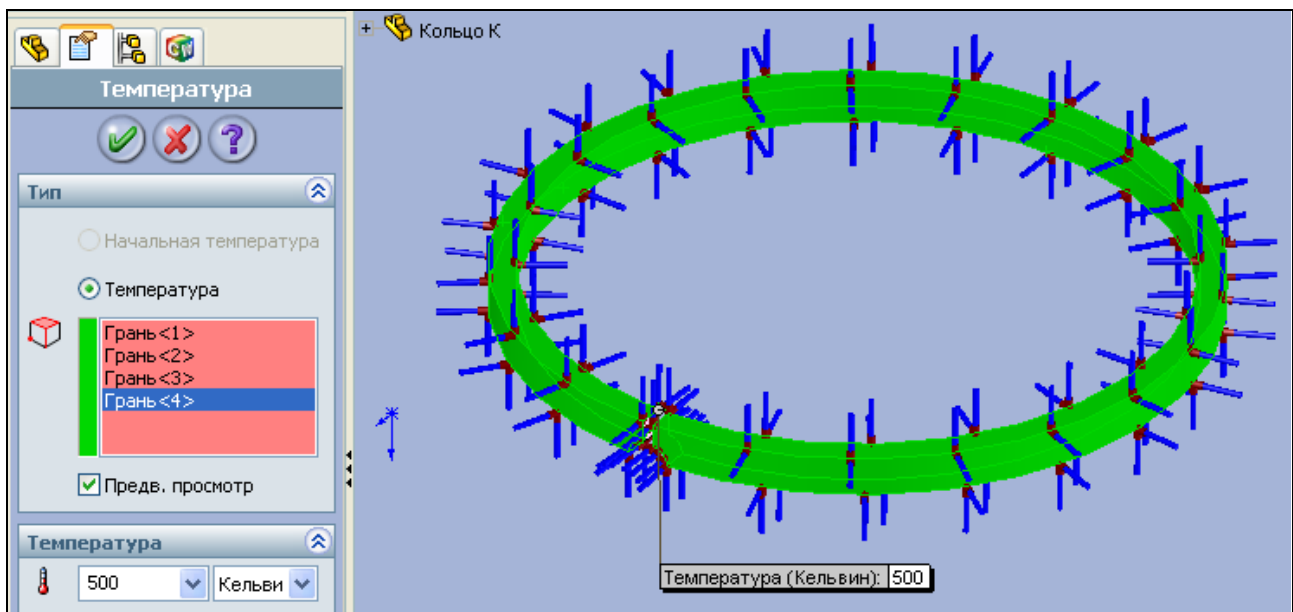

Рис. 4.4. Задание тепловой нагрузки на кольцо
6. Температурную нагрузку на поршневое кольцо задайте с помощью инструмента, приведенного в п. 5 разд. 3.2. Поскольку через кольцо осуществляется охлаждение поршня, то соответственно через него проходит тепловой поток, поэтому температуру как нагрузку прикладывают ко всем граням поршневого кольца (рис. 4.4).